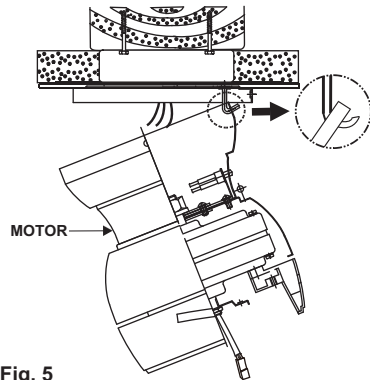

Fig. 5
Paso 2. Levante el ventilador y cuelgelo del gancho de la abrazadera de montaje y deje que cuelgue libremente (Fig. 5).